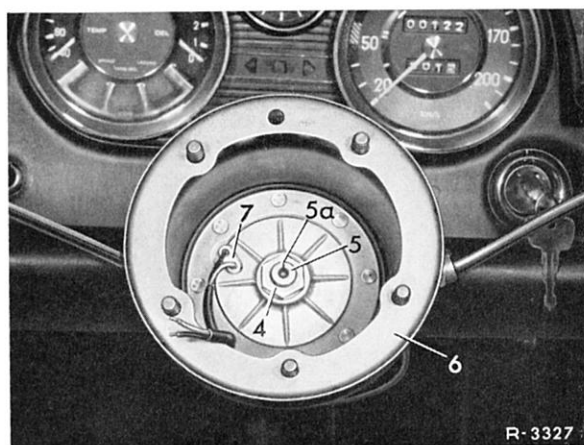

Bild 54-15/1
3 Sechskantmutter (4) mit einem Steckschlüssel von der Lenkspindel (5) abschrauben, dann Lenkrad samt Pralltopf (6) abnehmen (Bild 54-15/1).